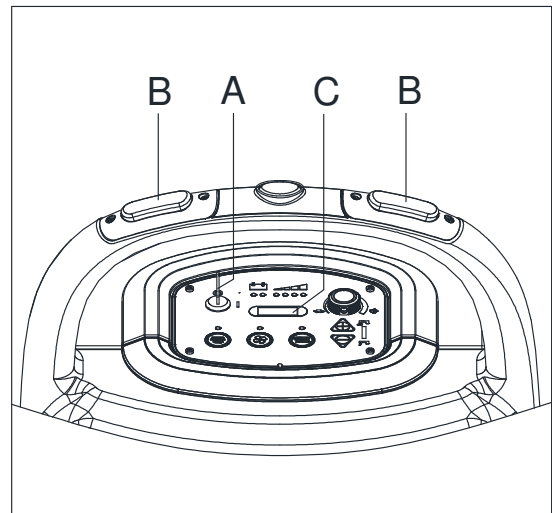

Figure 22
1. Tourner la clé de contact (A, Fig. 22) sur "I".
2. Appuyer sur le commutateur (B) et lire sur le compteur horaire (C) le nombre total d'heures de travail (lavage / séchage) effectuées par la machine.
3. Appuyer encore sur le commutateur (B).
4. Tourner la clé de contact (A) sur "0".
1. Tourner la clé de contact (A, Fig. 22) sur "0".